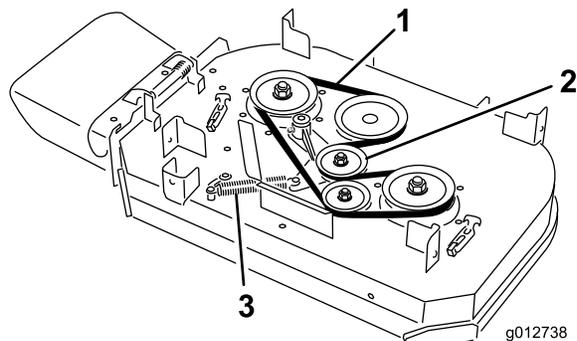

図 64
4. アイドラプーリのアームについているアンカーポストからスプリングを取り外す 図 64。
5. ベルトを取り外す 図 64。
6. デッキプーリとアイドルプーリに新しいベルトを掛け回す 図 64。
7. アイドラプーリのアームについているアンカーポストにスプリングを取り付ける 図 64。